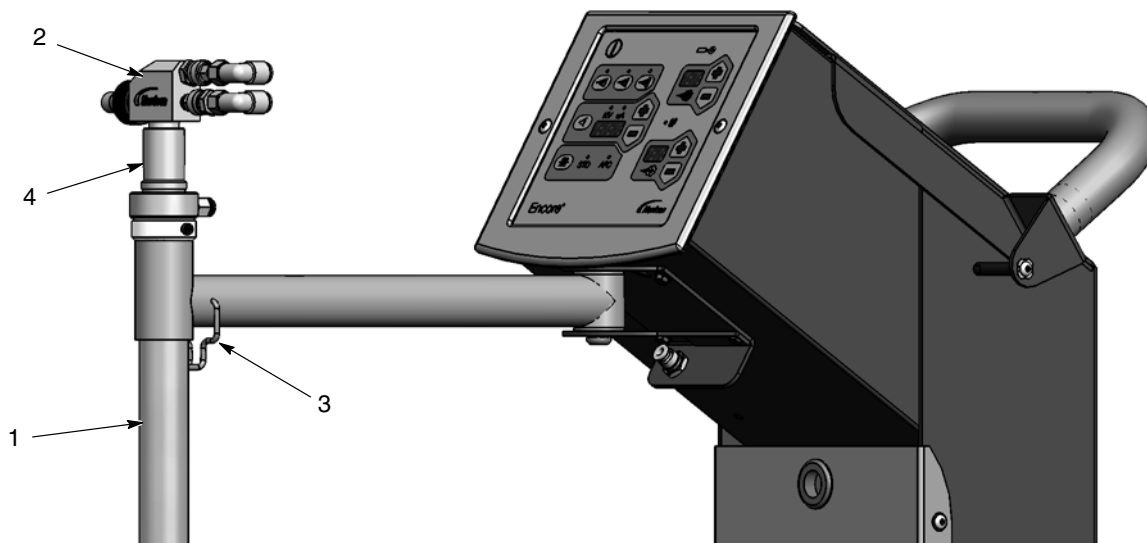

Figura 3-7 Montarea pompei și a tubului de admisie a pistolului Encore LT
4. A se vedea Figura 3-7. Basculați consola tubului pentru a nu vă sta în cale și montați tubul de admisie (1) în braț.
5. Montați pompa (3) în suportul pompei (2) cu o mișcare ușoară de răsucire.